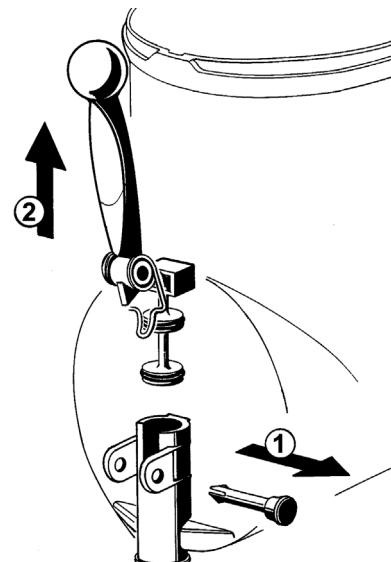

figura 12
- 5** Rimuovere il rubinetto sfilando il perno di bloccaggio e tirando la leva verso l'alto (vedere figura 12).
- Riassemblare il rubinetto sul contenitore con sequenza inversa rispetto a quanto fatto per lo smontaggio (vedere figura 12).